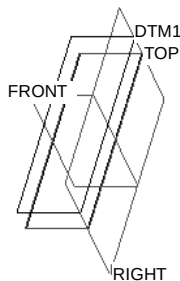

图 8.8.4 创建 DTM1
Step2. 创建图 8.8.4 所示的基准平面 DTM1。单击 **模型** 功能选项卡 **基准** 区域中的“平面”按钮 ，选取 TOP 基准平面为参考平面，偏移值为 12.0，单击对话框中的 **确定** 按钮。